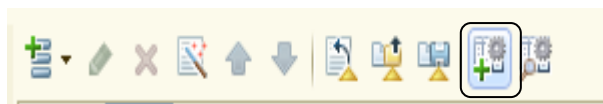

Рисунок 6.39 Кнопка Свойства элемента пользовательских настроек
10. Включить настройку **Отбор**. В командной панели выбрать команду **Свойства элемента пользовательских настроек** (рис.6.39).